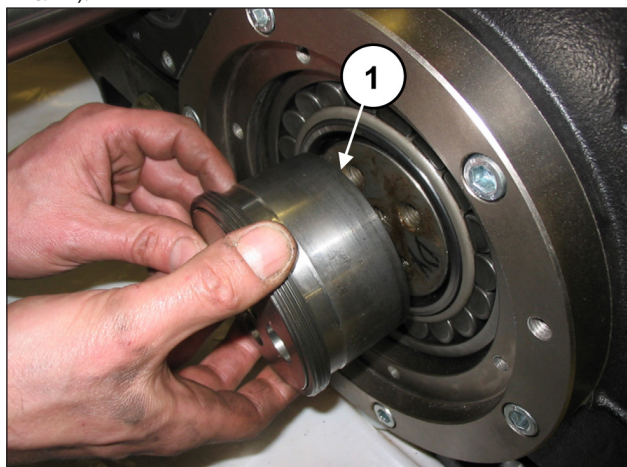

Рис. 21
Снимите обе прижимных закрепительных втулки (поз. ①, Рис. 21).